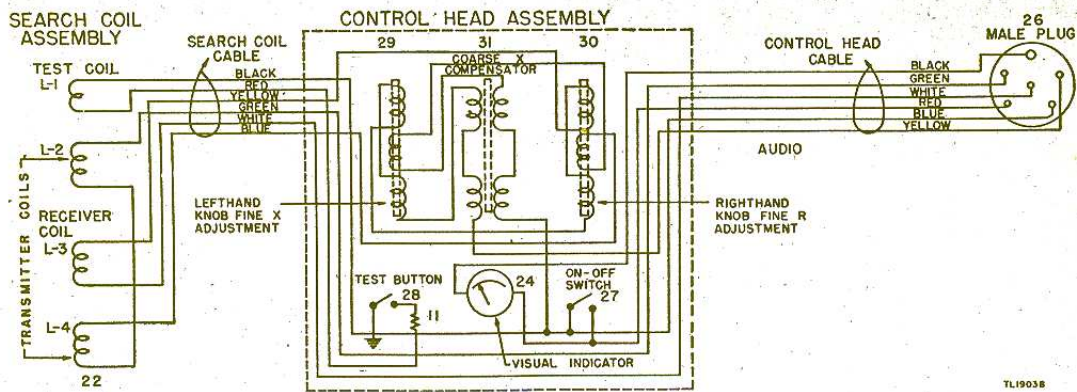

Figure 11.- Schéma de la boîte de commande BC-1140-(*).
- (1) Enlever la plaque inférieure de la boîte de commande, en enlevant les vis.
- (2) Détacher l'adaptateur de l'avant de la boîte de commande en enlevant les 4 vis.
- (3) Dessouder les fils des fiches à bornes, de la self et enlever les vis.
- (4) Installer une nouvelle self et utiliser la garniture enlevée de la vieille self si la garniture est en bon état.
- (5) Souder les quatre fils sur la nouvelle self, à l'aide du schéma de câblage représenté figure 11.